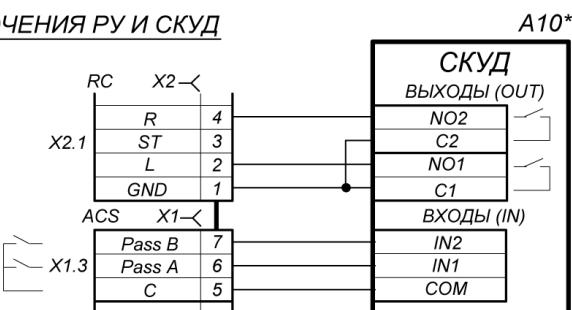

Рисунок 16. Схема электрическая соединений
Схема подключения турникета приведена на рис. 16. Расположение клеммных колодок на платах управления (11) и интерфейса (12) указано на рис. 6 и 7. Используемые при монтаже кабели и их максимальная длина указаны в разд. 8.3. Рекомендации по подготовке установочной поверхности и организации зоны прохода приведены в разд. 8.1. При монтаже турникета придерживайтесь следующей последовательности действий:
12. Подключите кабель ПДУ (устройства РУ или контроллера СКУД) к клеммной колодке **X2** платы интерфейса (см. рис. 16).
14. Произведите при необходимости монтаж и подключение дополнительного оборудования: контроллера СКУД, ДКЗП и сирены; устройства *Fire Alarm*; выносных индикаторов и др. (см. рис. 16).
15. Проверьте правильность и надежность всех электрических соединений в соответствии со схемой на рис. 16. Задвиньте плату интерфейса на место и закрутите винты фиксации. Аккуратно уложите и закрепите все подключенные кабели на горизонтальной полке с отверстиями стяжками из комплекта поставки.